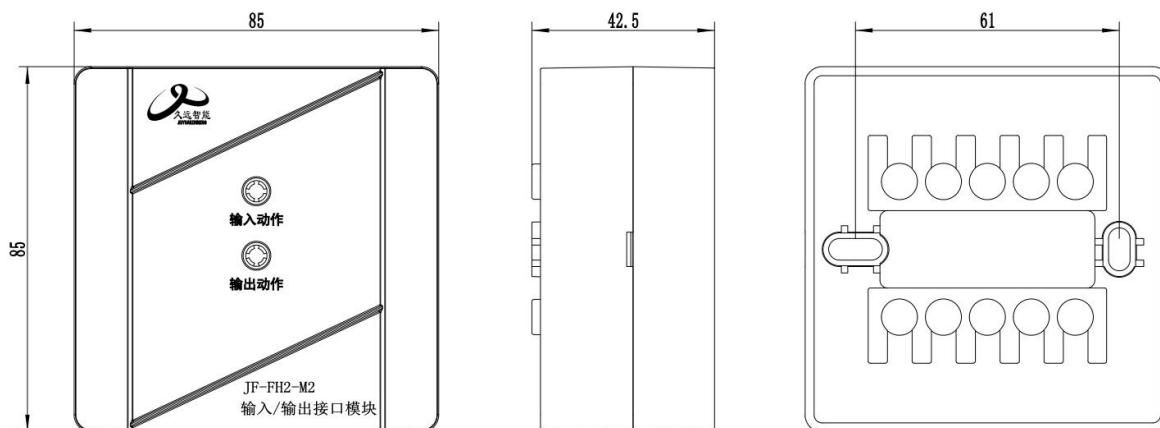

图 1 外形及安装尺寸图
- 布线施工后，通过预埋盒或使用膨胀螺栓将底座固定在墙上（使用 M4 螺钉），安装孔距为 60mm。如图 1 所示。